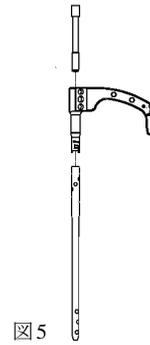

図5
- 1) ロングネイルとロング用 TD アームをネイル接続ネジで確実に固定します。(図5)